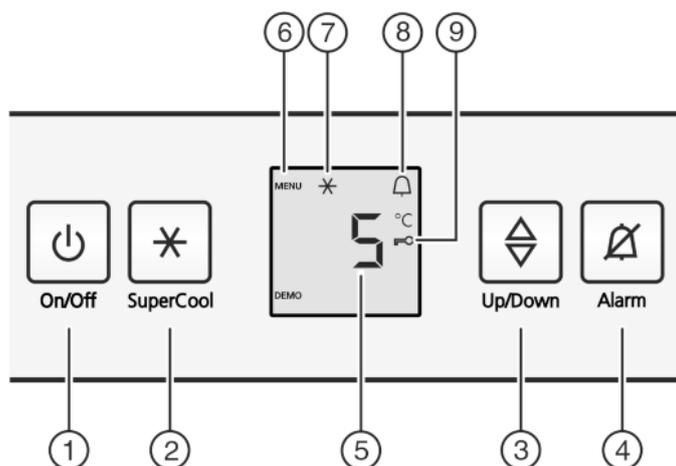

Fig. 2
- ▶ Нажать кнопку On/Off Fig. 2 (1).
- ▶ Нажмите кнопку «SuperCool» Fig. 2 (2) и удерживайте ее прим. 5 секунд.
- ▷ На индикаторе будет отображаться символ «Меню» Fig. 2 (6).
- ▶ Для подтверждения нажать и отпустить кнопку «SuperCool» Fig. 2 (2).
- ▷ На индикаторе горит символ «Защита от детей» Fig. 2 (9).
- ▶ Нажать и отпустить кнопку «On/Off» Fig. 2 (1).
- ▶ Нажмите кнопку Alarm Fig. 2 (4).
- ▶ Активация модуля регулировки температуры: нажмите кнопку настройки *Fig. 2 (3)*.
- ▶ Температуру меняйте ступенями по 1 °C: нажимайте кнопку настройки *Fig. 2 (3)* до тех пор, пока на индикаторе температуры не будет высвечена требуемая температура.
- ▶ Коротко нажмите кнопку SuperCool *Fig. 2 (2)*.
- ▷ На индикации горит символ SuperCool *Fig. 2 (7)*.
- ▷ Символ SuperCool *Fig. 2 (7)* на индикации гаснет.